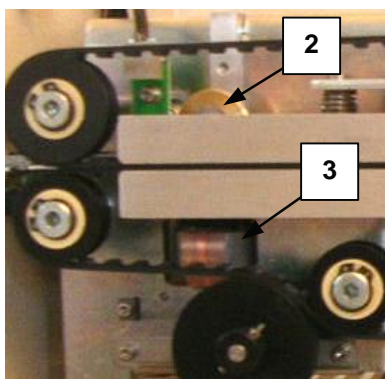
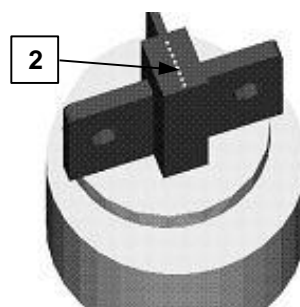

fig.5.15
fig.5.16
- testina di stampa (n.1-fig.5.15)
Per garantire un corretto funzionamento, mantenere pulita da eventuali accumuli di inchiostro la zona degli aghi (n.2-fig.5.16) della testina di stampa, operando come segue:
- mediante un batuffolo di cotone imbevuto di alcool, eseguire la pulizia della zona aghi (n.1-fig.5.16) della testina di stampa (n.3-fig.5.15) e la superficie della rotella controstampa (n.2-fig.5.15).
- controllare che la rotella controstampa (n.2-fig.5.15) ruoti liberamente sulla sua vite.